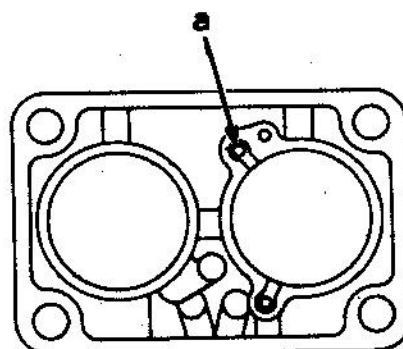
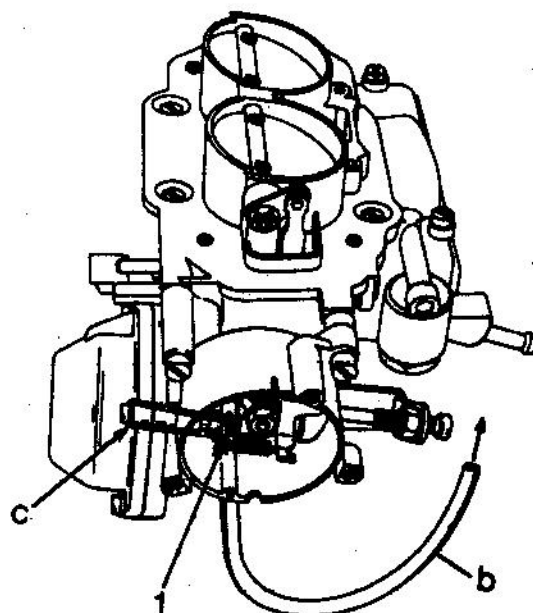

Fig. 5
Fig. 6
- Introduire dans le trou indiqué par la flèche (a, fig. 5) le raccord conique approprié auquel doit être reliée une tubulure plastique (b, Fig. 6).
- Appliquer à la tubulure plastique (b) une dépression minimum de 350 mmhg (fig. 6)
- Le déplacement de la membrane du dispositif de dénoyage provoque l'ouverture des volets de départ (1) mesurable par la cote "D". Cette cote est indiquée sur la fiche de réglage du carburateur en question.
- Au cas où la valeur de la cote "D" ne correspondait pas à la valeur prescrite, agir par déformation sur l'appen_dice (2)